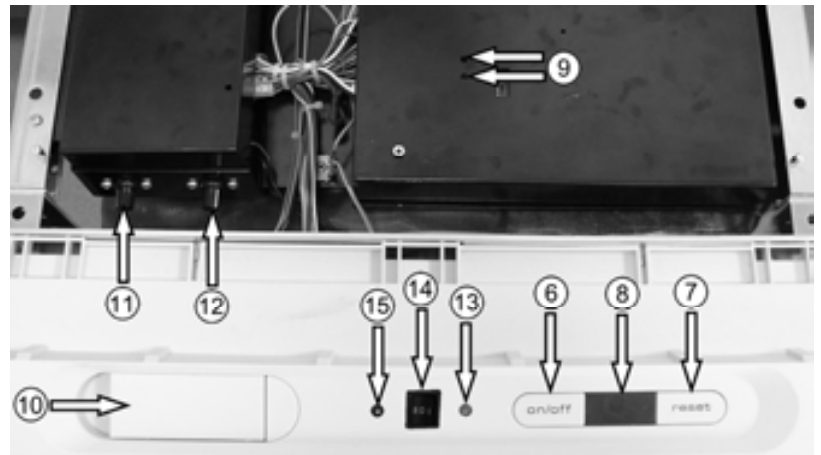

Abb. 66: Bedienelemente Kesselschaltfeld
Legende zu Abb. 66:
Nachdem die Anlage mit Wasser gefüllt und sämtliche elektrischen Anschlüsse hergestellt sind, wird der Heizungs-Notschalter eingeschaltet und der Betriebsschalter auf „on“ ⑥ gestellt (s. Abb. 66).